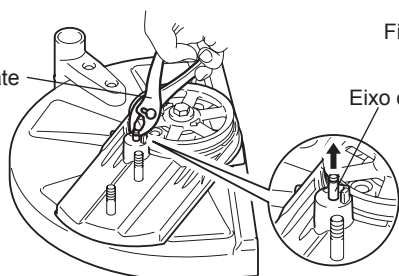

Fig. 3
- Pegue o eixo de trava com uma chave de fenda entalhada ou um alicate. (Fig. 3)